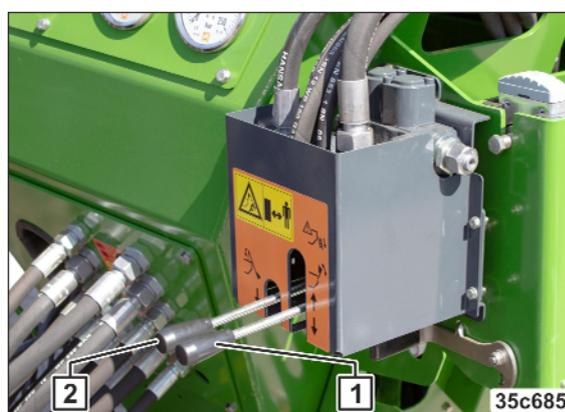

Рис. 245
2. Включите блок управления (Рис. 245/1).
17. Включите блок управления (см. Рис. 245/1) и сложите загрузочный шнек в транспортное положение.